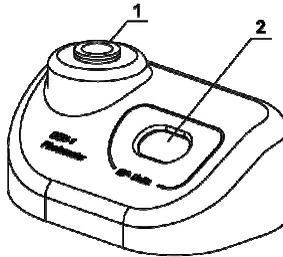

Abb.2 Vorderseite
- 3.4.3. Führen Sie das Röhrchen mit der Standardlösung entsprechend dem Wert des Kalibrierpunktes in die Aufnahme des Densitometers (Abb. 2/1).
- 4.3. Folgende Anzeige erscheint ggf. auf dem Display (Abb. 2/2):
- „EE“ bedeutet Bedienerfehlermeldung. Schalten Sie das Gerät aus (OFF) und anschließend wieder ein (ON).
- 4.4. Schütteln Sie das Röhrchen mit der Lösung (es empfiehlt sich, zum Schütteln einen Vortex zu nutzen, z.B. Personal Vortex V-1 plus) und führen es in die Aufnahme ein (Abb. 2/1) Der McFarland-Wert für die Lösung erscheint auf dem Display (Abb. 2/2).